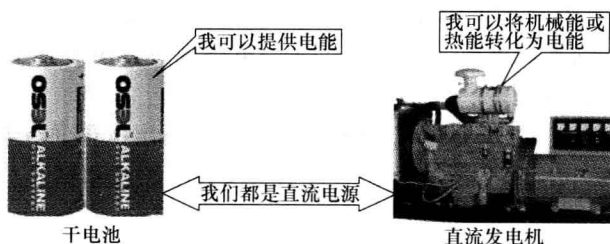

图 1-11 常见的直流电源
**电源：**是将其他形式的能转换成电能的装置。它是电路中能量的提供者，如干电池、蓄电池、发电机或信号源等。常见的直流电源如图 1-11 所示。